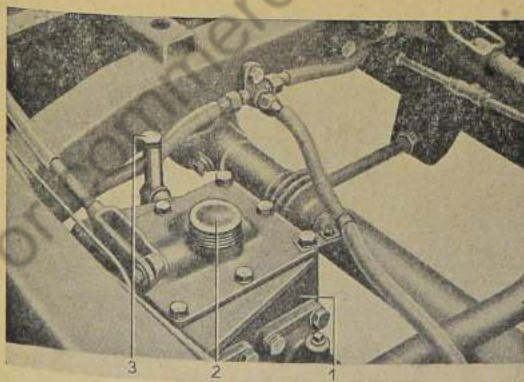

Bild 811: Bremsöl nachfüllen
1. Bremsölbehälter am Doppelstufen-Hauptzylinder mit Bremsöl auffüllen (Bild 811). (Sieb aus Einfüllöffnung **nicht** herausnehmen).